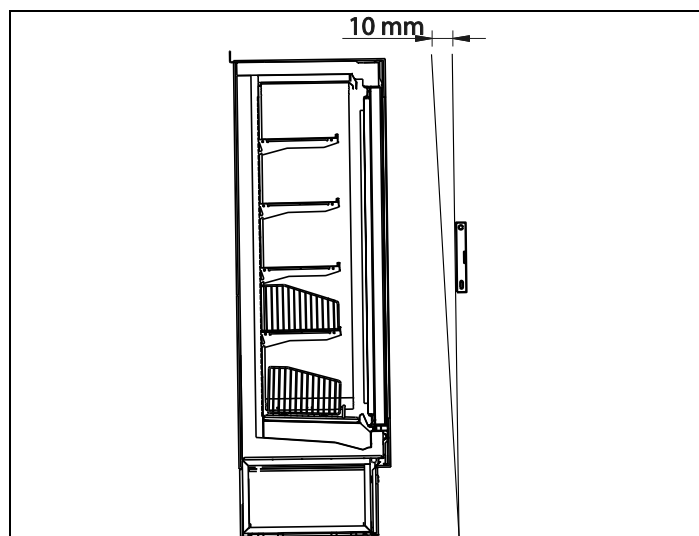

Рис.5B
- Наклонить витрину назад. (Рис. 5B)